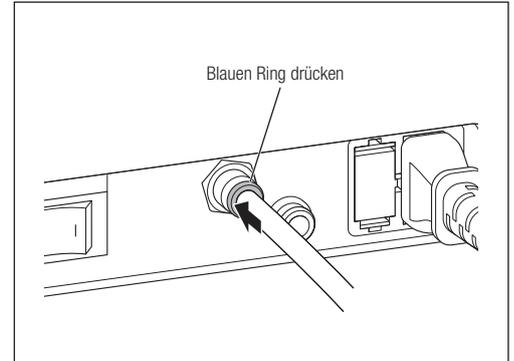

Abb. 3
- 3) Um den Luftschlauch zu entfernen, ziehen Sie am Luftschlauch, während Sie den blauen Ring in Richtung der Steuereinheit drücken (Abb. 3).